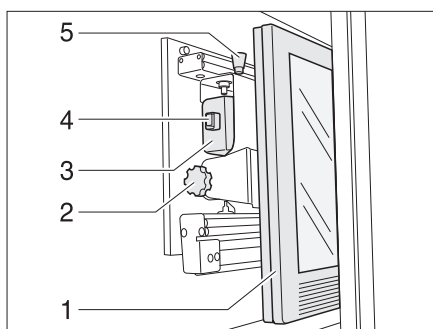

Fig. 63 Meuble télévision
- Appuyer sur le bouton de déverrouillage (Fig. 63,5) et tirer le support de l'écran plat jusqu'à la butée vers l'avant, à l'aide de la poignée (Fig. 63,4).
- Tirer le bouton de déverrouillage (Fig. 63,1) et faire pivoter l'écran plat (Fig. 63,2) dans la position souhaitée.
- Desserrer la vis moletée (Fig. 63,3).